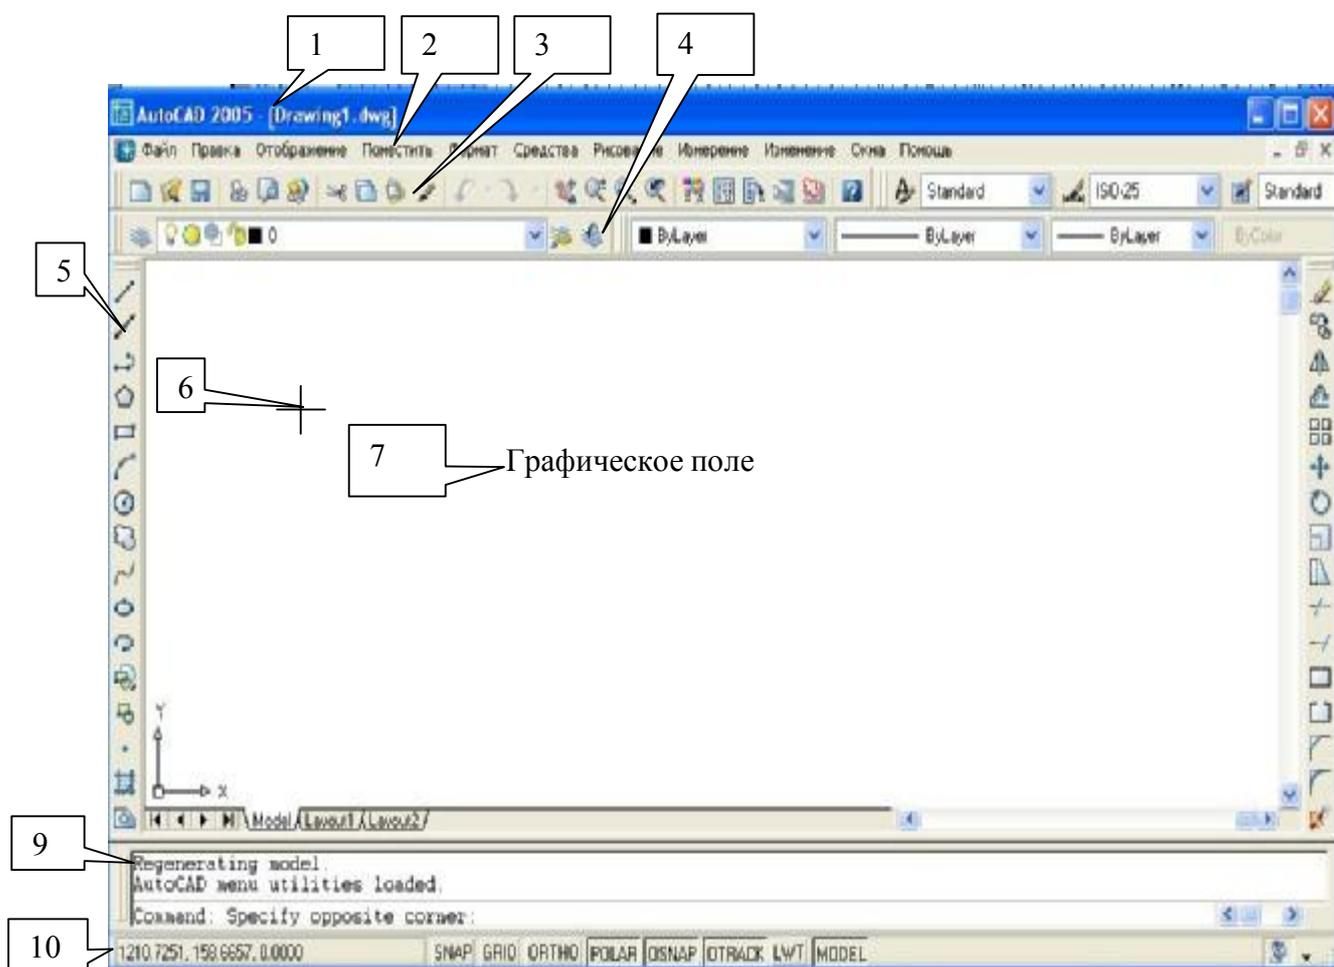

Рис.1.1 Главное окно **AutoCAD**
После запуска главное окно **AutoCAD** состоит из следующих частей (Рис. 1.1):
5. панелей инструментов; здесь сосредоточены кнопки команд рисования, редактирования, проставления размеров и другие (панели могут быть сгруппированы вместе, а могут располагаться, как показано на Рис. 1.1.);